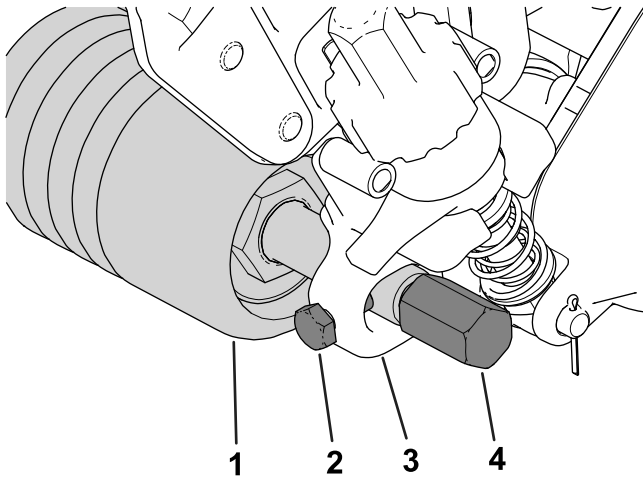
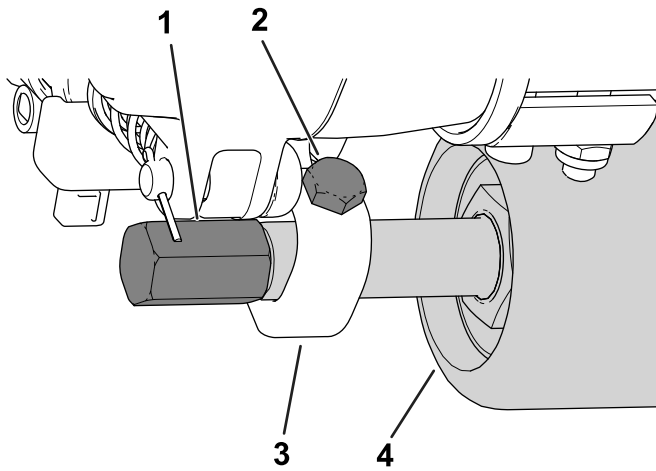

図 14
図 15
5. ローラシャフトを、2つの刈高ブラケットの中央にセットし、取り付けねじ2本で固定する 図 14または 図 15。
取り付けねじは、刈高ブラケットの前側に取り付ける方法 図 14 と後側に取り付ける方法 図 15 とがある。前側に取り付けると、ローラとグルーマリールがかみ合わない。後側に取り付けると、方法と、ローラとグルーマリールがかみ合う入れ子になる。
- ローラシャフトの左右にグルーマガードを取り付ける 図 14。